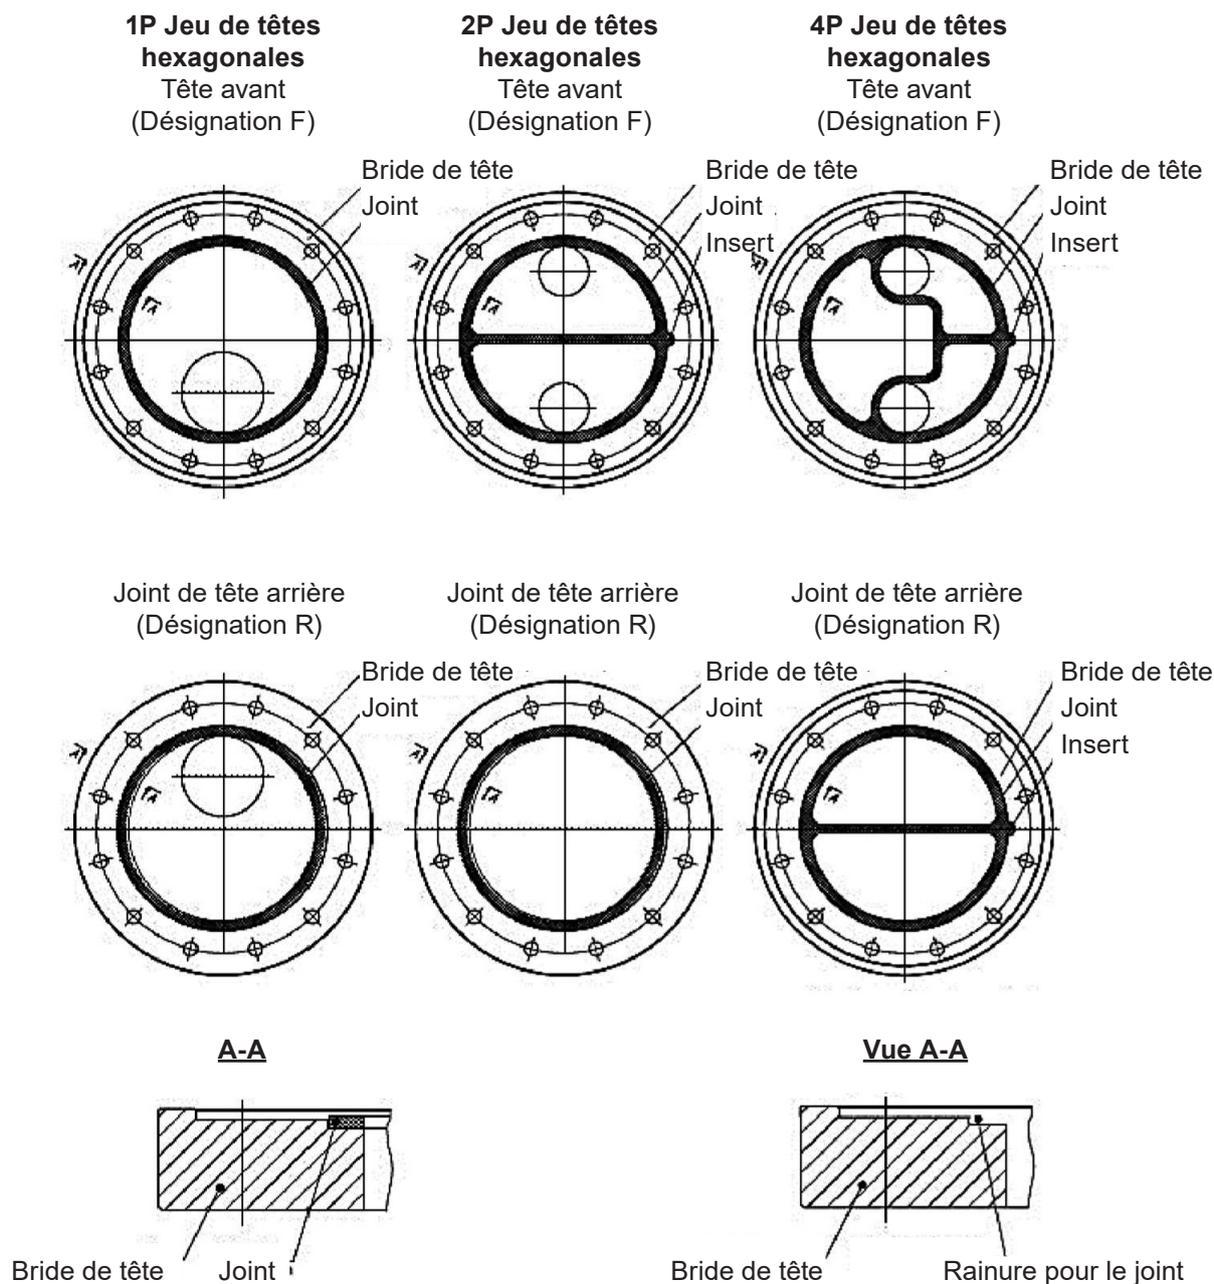

Fig. 14
- Avant le remontage des brides, il faut veiller à bien positionner le joint plat (joint sanitaire) dans la rainure encastrée du joint de bride. Le joint doit reposer à plat dans la rainure (Fig. 14).
- Les joints 2P et 4P ont un insert qui doit correspondre à la même forme que celle usinée dans la rainure du joint de bride des têtes 2P et 4P (pour tête avant 2P, 4P et tête arrière 4P). Cela permet de positionner correctement le joint contre les cloisons de tête (Fig. 14).